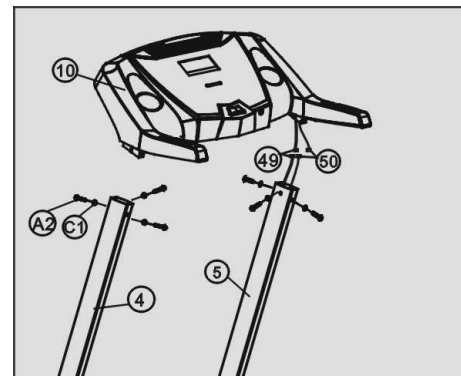

Figure 3
A. Raccordez le fil de signal (49) et le fil du haut-parleur (50) aux fils correspondants du guidon (10) (voir Figure 3)
B. Fixez l'ordinateur/le guidon (10) aux montants (4/5) à l'aide de six boulons M8 x 16 (A2) et de six rondelles plates  $\varnothing 8$  (C1).